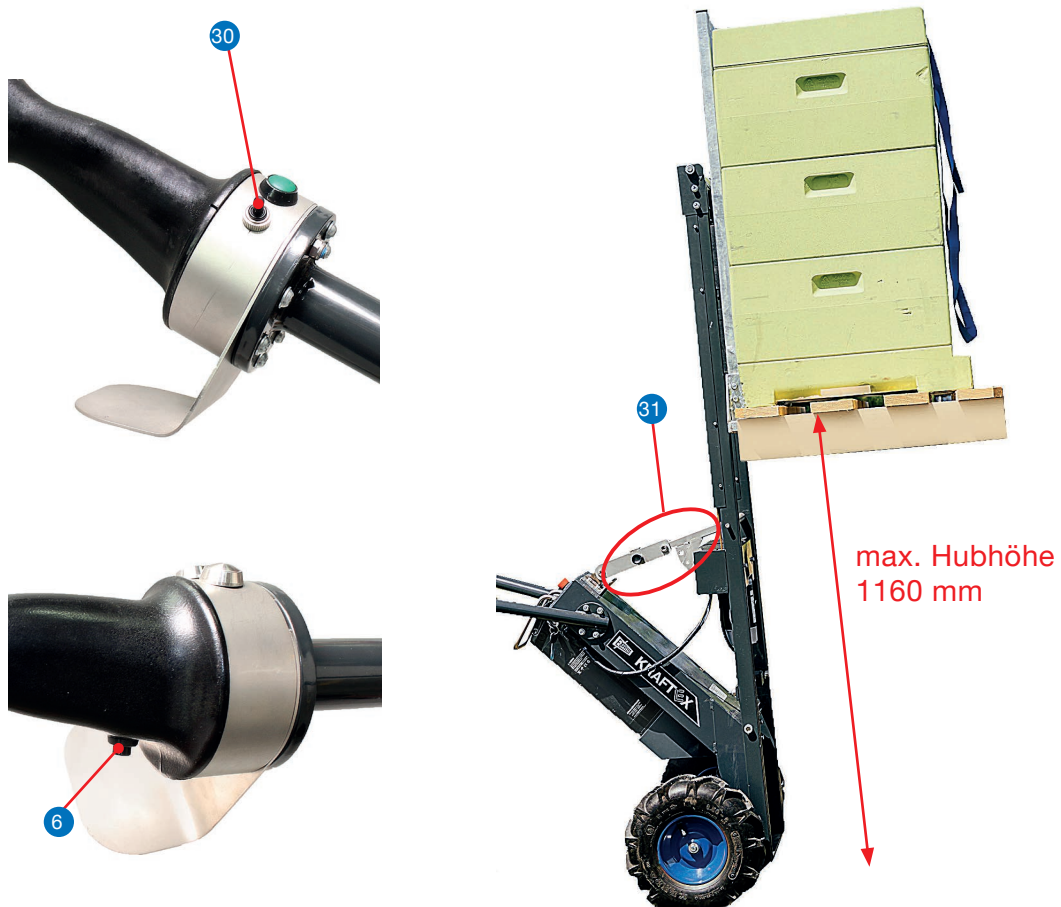

Abb. 60) Kippschalter **30** und Zustimmungstaste **6**
- Vor dem Anheben Last vor Herunterfallen sichern (z. B. mit Spanngurten) (Abb. 60).
- Beim Anheben von Lasten muss die Winkelverstellung **31** (Abb. 60) des Hubhelds ausgeklappt sein (= Deltamodus Kap. 7.2)